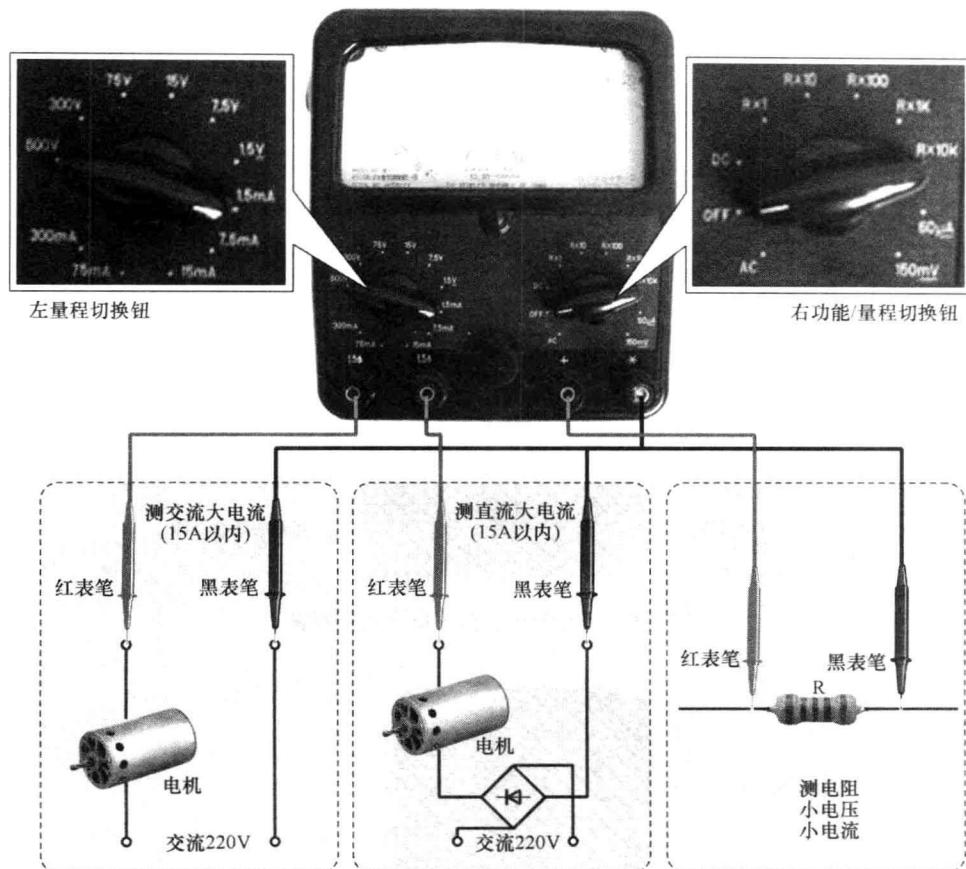

图 1-7 双旋钮指针式万用表
② 双旋钮指针式万用表。图 1-7 所示为典型的双旋钮指针式万用表，与单旋钮指针式万用表不同的是，它是通过左右两个旋钮设置不同的测量项目和挡位的。